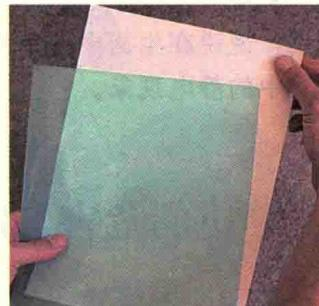

图 1-1-3 静电实验二
**活动三：**结合图 1-1-3，请将一张纸插入透明塑料袋中。请不断摩擦塑料袋，然后再将这张纸拉出来，你观察到什么？请将观察到的情况记录下来。